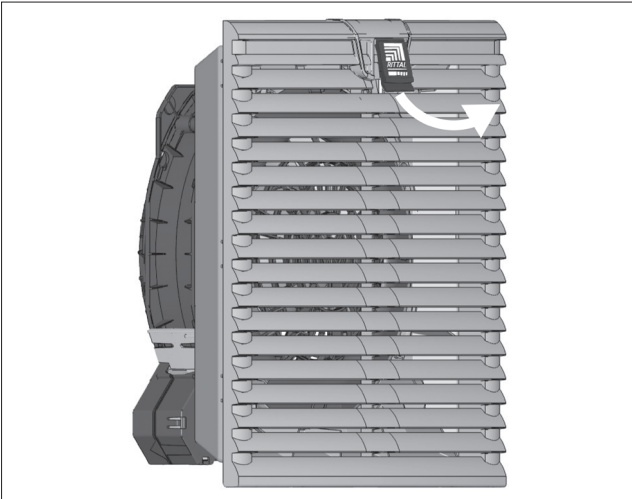

Imagen 6: Desbloqueo de la rejilla
- Para desbloquear la rejilla mueva el logotipo con el dedo un poco hacia arriba (ver imagen 6).